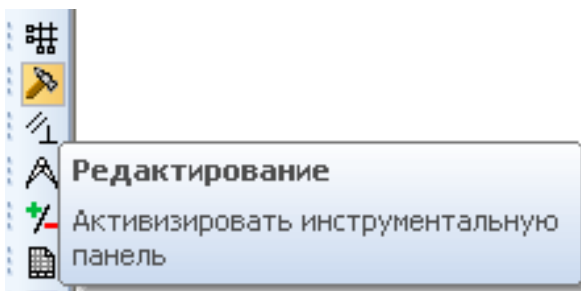

Рис. 2.1.5
5. Для видалення зайвих частин ліній використовується Команда **Редагування** та інструменти **Усечь кривую** та **Усечь кривую двумя точками**  (рис. 2.1.5)